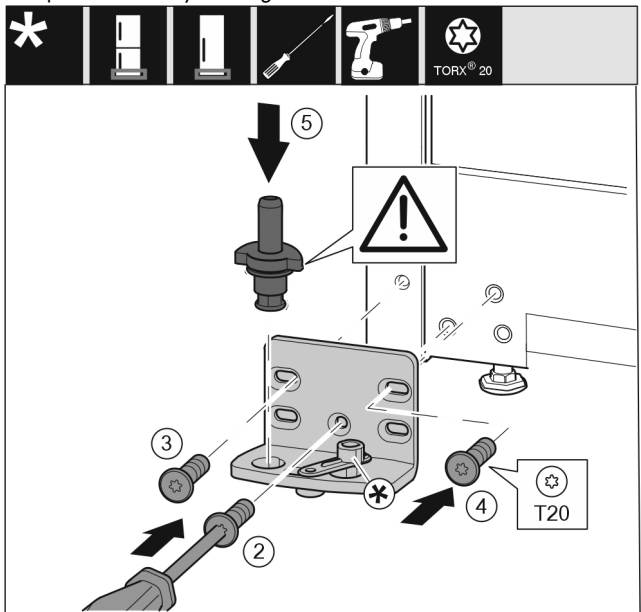

Fig. 14
- ▶ Εφαρμόστε το στήριγμα στην άλλη πλευρά και βιδώστε το με τη βοήθεια ενός κατσαβιδιού T20. Αρχίστε με τη βίδα 2 κάτω στο κέντρο. Fig. 14 (2)
- ▶ Σφίξτε τη βίδα 3 και 4. Fig. 14 (3,4)
- ▶ Τοποθετήστε ολόκληρο τον πείρο. Βεβαιωθείτε ότι το έκκεντρο ασφάλισης είναι στραμμένο προς τα πίσω. Fig. 14 (5)